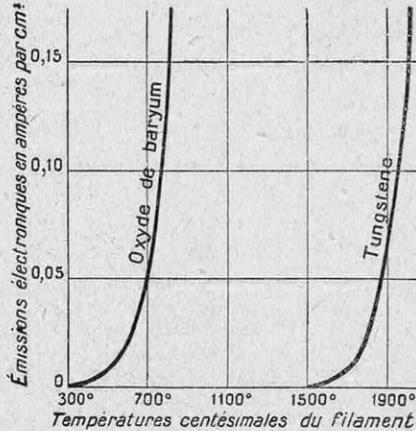

FIG. 6
Les résultats sont représentés par les deux graphiques de la figure 6 : lorsque la température croît (curseur *D* se déplaçant de gauche à droite), l'émission thermoélectronique augmente *extrêmement vite* (1). Pour retrouver le nombre d'électrons qui, à chaque seconde, abandonnent le filament, il suffit de se rappeler qu'un ampère correspond à 6.290.000.000.000.000 électrons.
C'est le graphique de droite, marqué « tungstène » (fig. 6) qui correspond au cas de la figure 5, tel que nous l'avons décrit ci-dessus. Quant au graphique de gauche, il concrète la découverte du savant allemand Wehnelt (1903), qui remarqua que, lorsqu'un métal est recouvert d'un oxyde — tel que l'oxyde de baryum, corps très analogue à la chaux vive —, l'émission thermoélectronique est augmentée